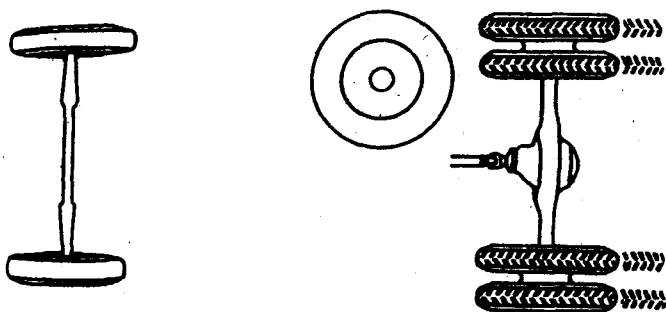

Рис. 77. Установка шин с грунтозацепами типа "косая елка" на задние колеса
9. При наличии покрышек повышенной проходимости с протектором, имеющим грунтозацепы типа "косая елка", шины на задних колесах должны монтироваться так, как показано на рис. 77, т. е. если смотреть на шину сверху, то острье "елки" должно быть направлено вперед.